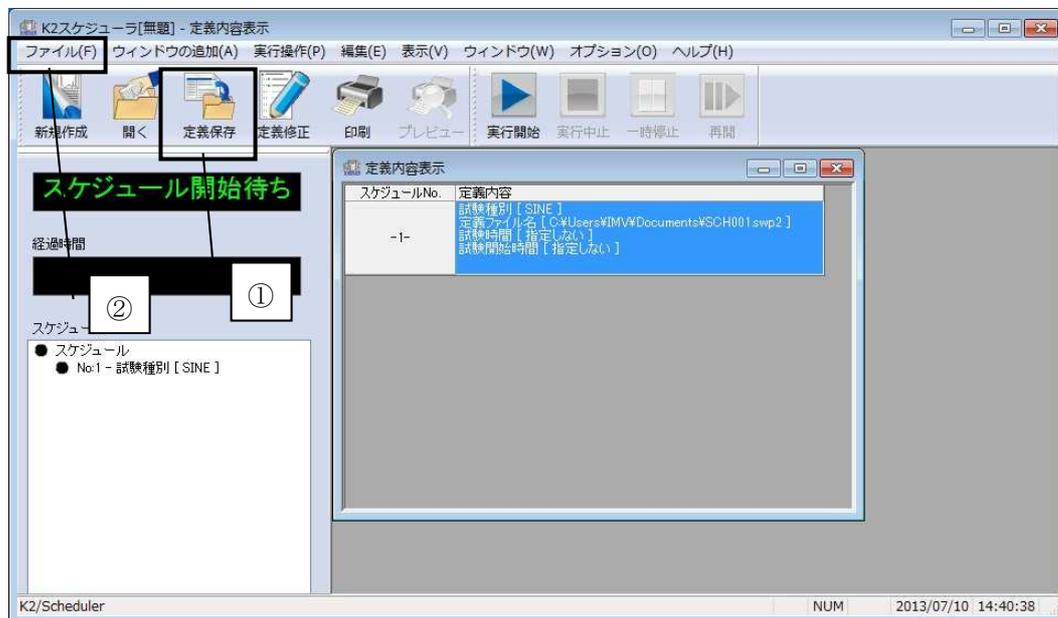

Fig.2-4-1 スケジュール定義完了画面
こうして定義されたスケジュールは名前をつけて保存することができます。スケジュールの定義が終了した画面をFig.2-4-1に示します。定義内容を保存するにはFig.2-4-1のツールバーから①「保存」を押下するか、メニューの②「ファイル」から「上書き保存」あるいは「名前をつけて保存」を選択します。